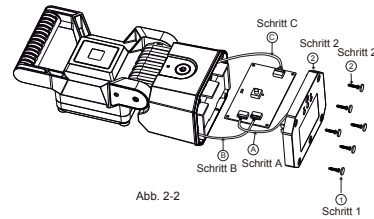

Abb. 2-2
- Entfernen Sie die sechs Gummiabdeckungen von der Gehäuseabdeckung. (Siehe Abb. 2-2 Schritt 1)
- Entfernen Sie die sechs Schrauben und die Gehäuseabdeckung. (Siehe Abb. 2-2 Schritt 2)
- Trennen Sie die Akkuverbindung (siehe Abb. 2-2 Schritt B) und entfernen den gesamten Akku (Abb. 2-3).